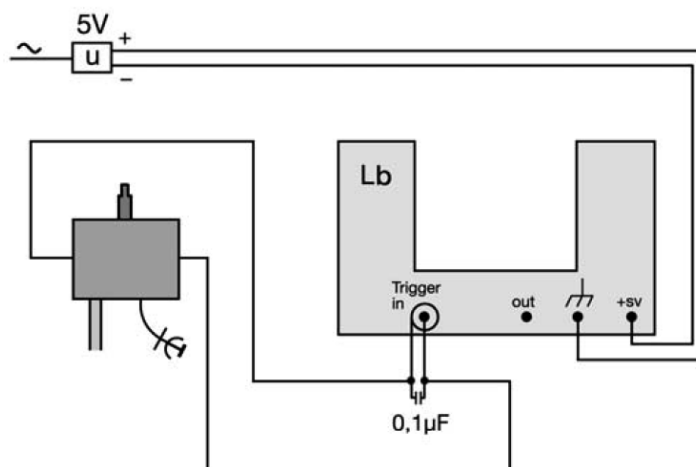

Figura 2: Esquema da ligação do sistema cronómetro/célula fotoelétrica (Lb)
- 1) Ligue a ponta de travamento ao sistema de cronómetro/célula fotoelétrica (Lb) tal como está esquematizado na Figura 2.
- 9) Por cada ponto experimental calcule um valor da aceleração  $a$  da roda de Maxwell, usando a equação (7):  $a = 2s/t^2$ . O valor central da medição final de  $a$  será a média dos 10 valores obtidos. Da distribuição destes valores obtenha uma estima aproximada do erro da medição:  $\Delta a = (a_{\max} - a_{\min})/2$ .
- 1) Desligue o sinal de “Trigger In” no sistema de cronómetro/célula fotoelétrica (Lb) (Ver Figura 2).